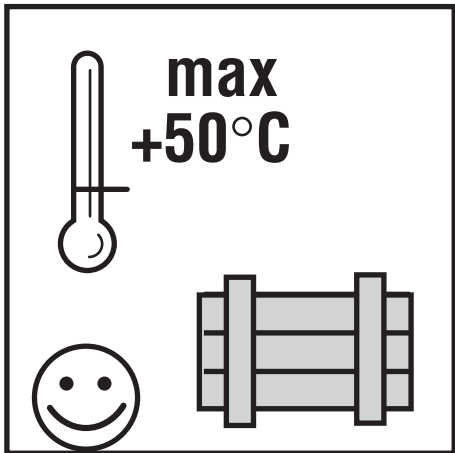

Fig.: 7
- Motor nicht über $+50^{\circ}\text{C}$ aufheizen, da es zum Austritt der Motorflüssigkeit führt (Fig.: 7)